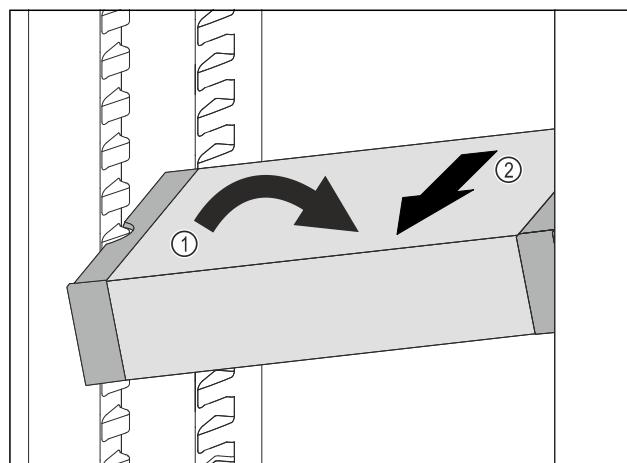

Fig. 89
- Наклонете VarioSafe в хладилната част. Fig. 89 (1)
- Извадете VarioSafe напред. Fig. 89 (2)